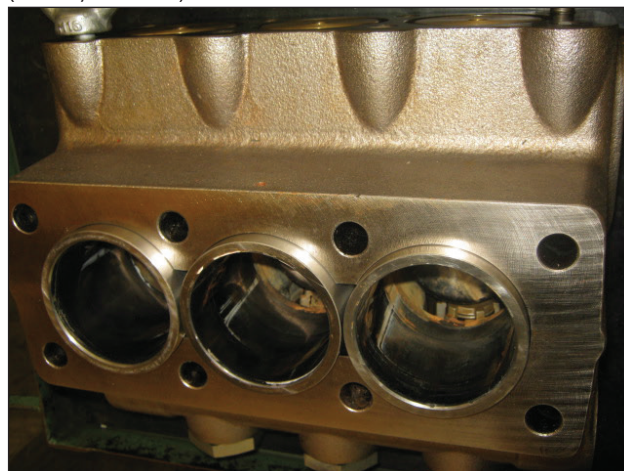
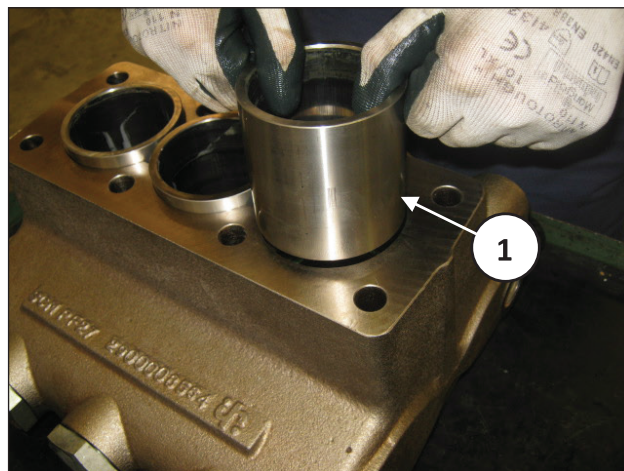
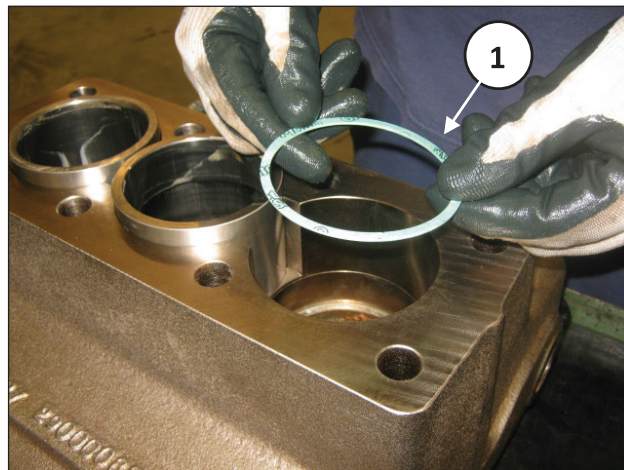

Abb. 136
Abb. 137
Abb. 138
Trennen Sie den Kopf vom Pumpengehäuse (Abb. 136) und entnehmen Sie die Buchse (Pos. ①, Abb. 137) ggf. mithilfe einer verstellbaren Zange, sowie die entsprechende Dichtung (Pos. ①, Abb. 138).